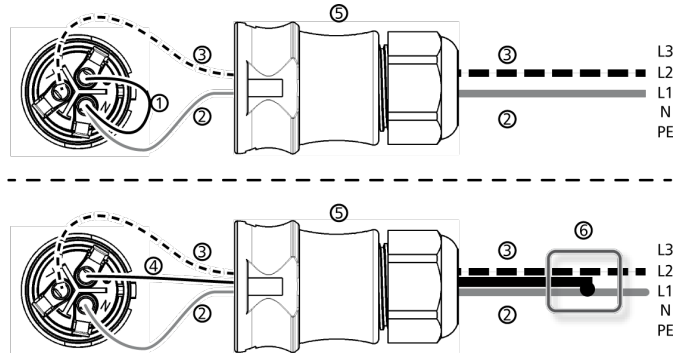

Abb. 11: Verbindung von N und FE im AC-Stecker (oben) oder Unterverteiler (unten)
- N und L werden wechselrichterseitig zwischen die Außenleiter L1 – L2 angeschlossen. Siehe ② und ③ in Abb. 11.
- Einer der beiden angeschlossenen Außenleiter wird wechselrichterseitig mit FE verbunden. Diese Verbindung kann im AC-Stecker oder in einem externen Unterverteiler vorgenommen werden. Abb. 11 zeigt beispielhaft die wechselrichterseitige Verbindung von L1 und FE:
2. ➤ Verbinden Sie wechselrichterseitig eine der beiden angeschlossenen Phasen mit FE. Stellen Sie die Verbindung entweder im AC-Stecker oder in einem externen Unterverteiler her gemäß Abb. 11.